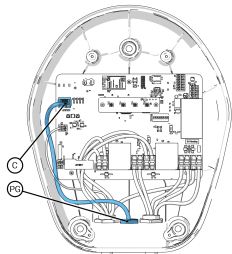

Fig. 4a
12. Connect the newly installed RJ45 terminal to the left RJ45 port on the Dazebox card (C) (Figure 4a, 4b, 4c).
12. Connectez le terminal RJ45 nouvellement monté au port RJ45 gauche de la carte Dazebox (C) (Figure 4a, 4b, 4c).